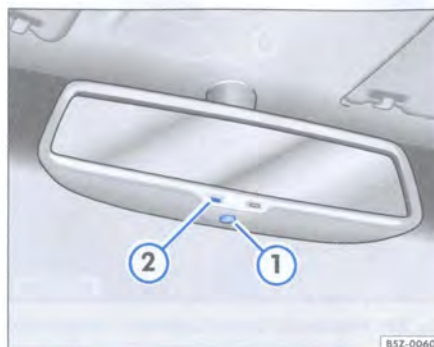

Fig. 60 Detalle del interruptor del espejo con antideslumbrante automático
- Presione el interruptor ⇒ fig. 60 ① para conectar o desconectar el antideslumbrante automático.
Con el encendido conectado, el espejo interno oscurece automáticamente en función de la incidencia de luz. Al aplicarse la marcha atrás, el espejo retorna a la posición inicial. Cuando el sistema antideslumbrante automático está conectado, se enciende la luz indicadora ⇒ fig. 60 ②.